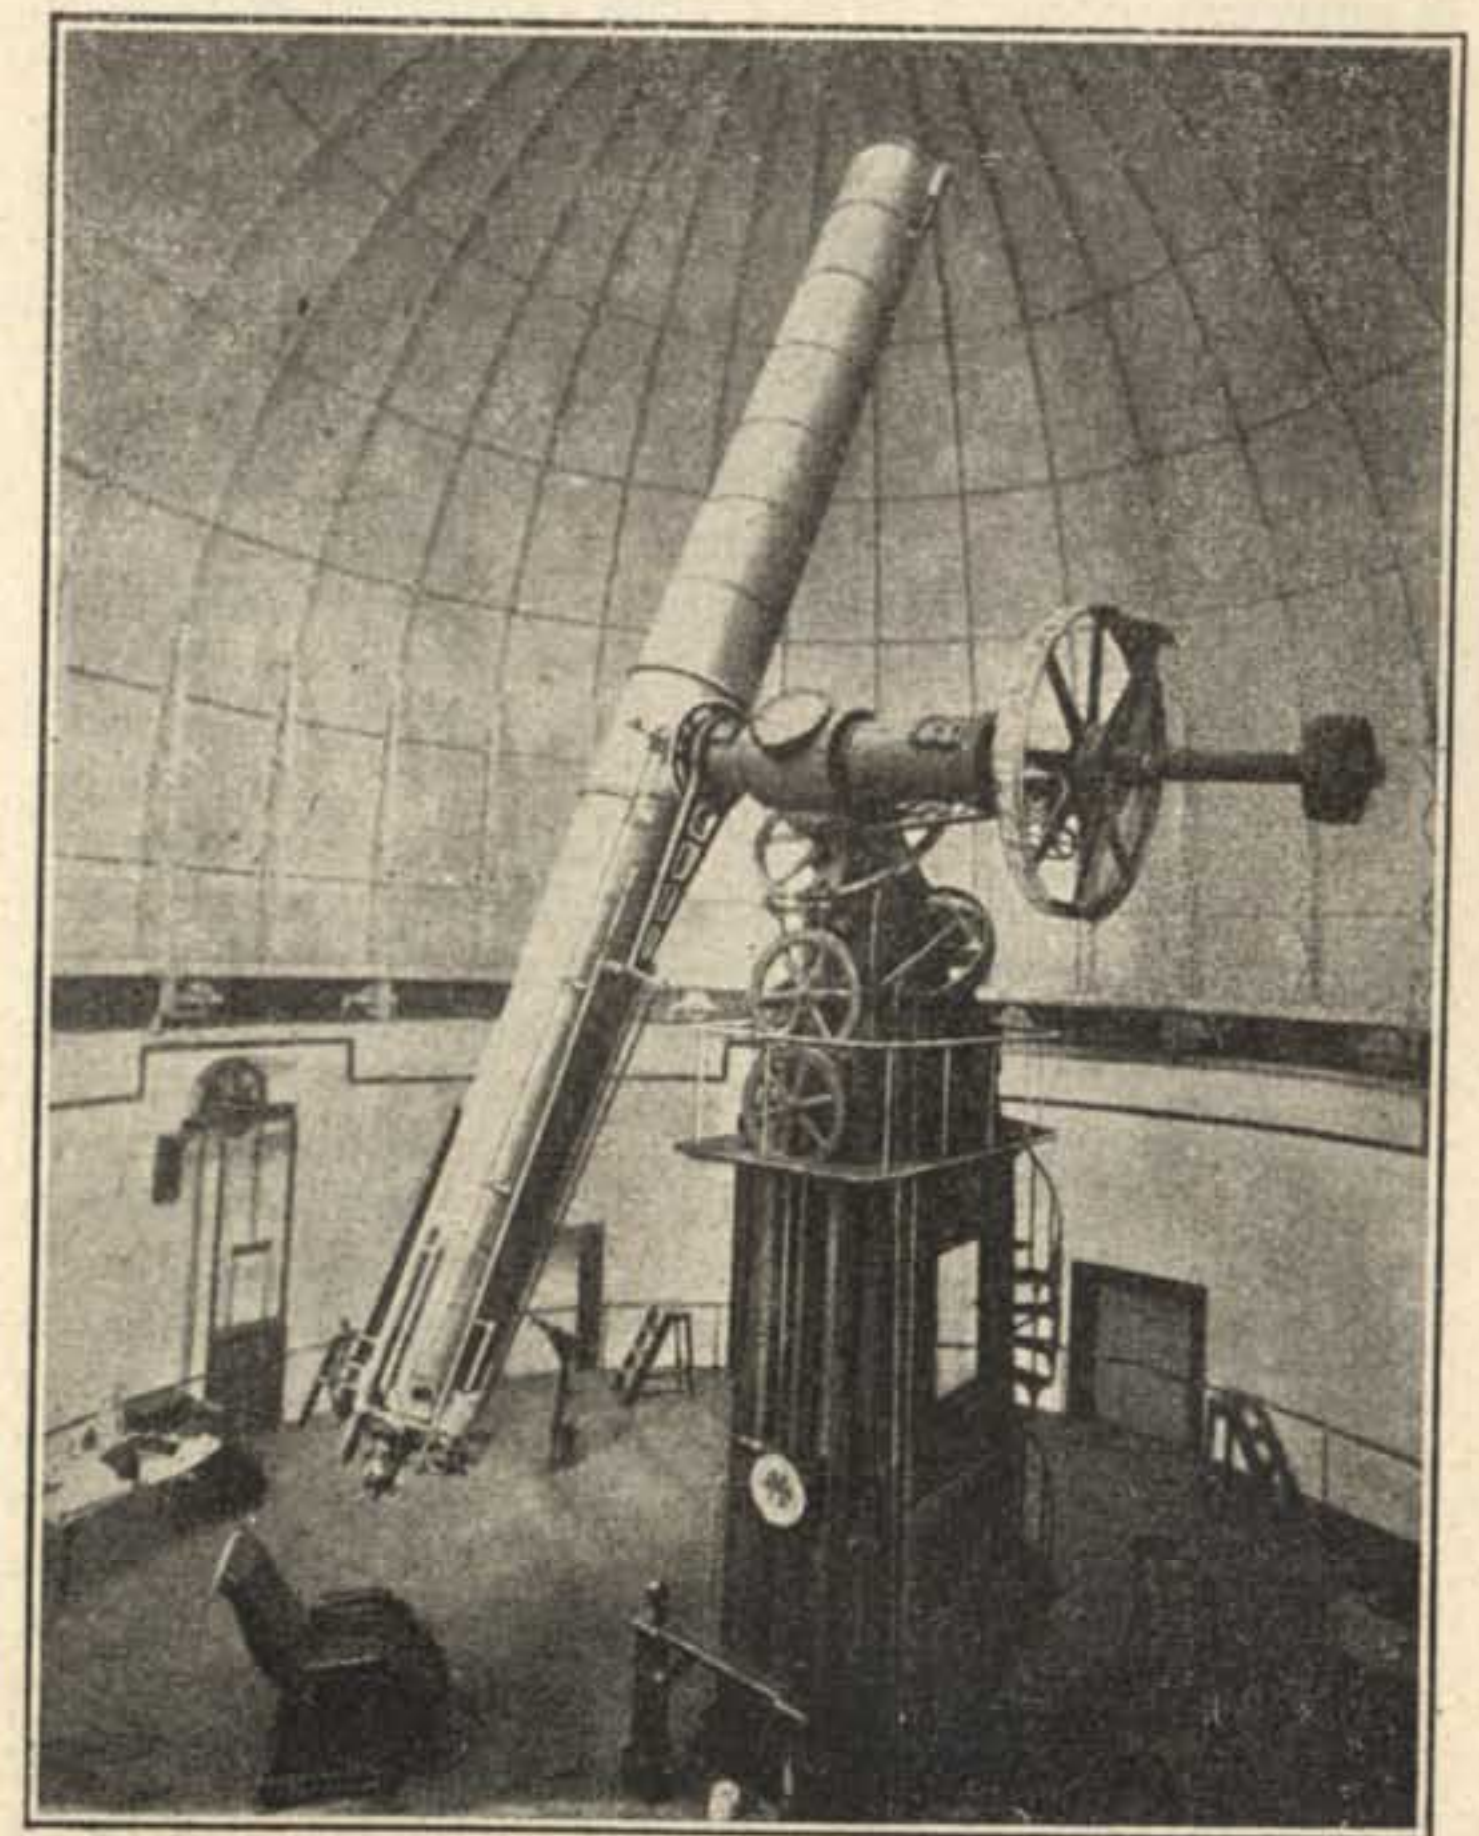

Fig. 4. — Grande equatoriale dell'Osservatorio di Washington (montatura attuale).
Intanto l'equatoriale di Mery e Mahler diveniva insufficiente, specie poi se lo si paragonava al grande strumento di Newal che suscitava non poche gelosie. Ne accennai parlando dell'Inghilterra. Il governo fu delicatamente sondato al riguardo e la cosa venne condotta a termine grazie al tatto squisito del prof. Newcomb: trattandosi in complesso di ottenere il più grande equatoriale possibile senza oltrepassare i 50.000 dollari progettati, l'autorizzazione venne data, il 15 luglio 1870. E il mese appresso una convenzione firmata tra il professore sullodato e gli ottici costruttori Alvan Clark e figlio assicurava all'osservatorio, nel termine di 4 anni, uno strumento di 26' (660 mm.) completo con accessori ecc. L'istrumento — Vedi fig. 3 —, eccellente come ottica, fu consegnato nel 1873 ed il 20 novembre il prof. Newcomb poté dar principio alle sue osservazioni. La lunghezza focale dell'istrumento è di m. 9,95. Fu però costruito troppo economicamente. Per esempio il motore, a forza idraulica, non aveva valore e così molti altri dettagli. Fu poi rimontato completamente dai costruttori Warner e Swasey che lo resero uno strumento praticamente perfetto, quantunque assai costoso. La fig. 4 lo rappresenta com'è attualmente e il lettore può rendersi conto della considerevole differenza delle due montature (1).